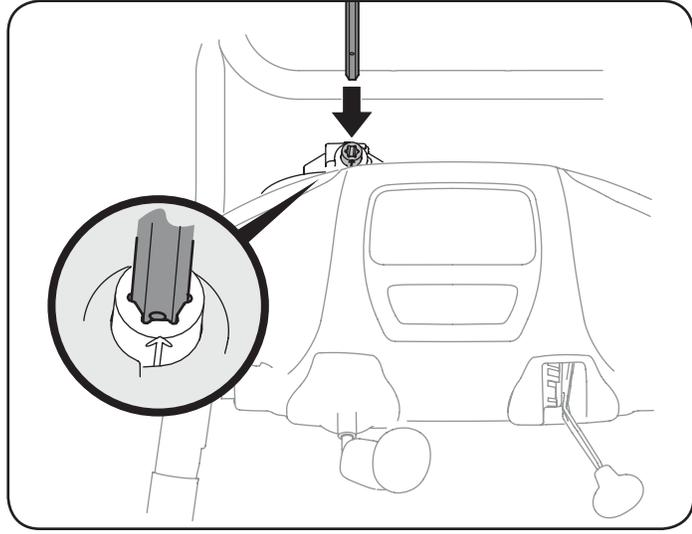

Figure 9
7. Tout en soutenant l'arrière du pignon, insérez l'extrémité hex. de la tige de la commande de la goulotte (trou vers le haut) dans le pignon. Voir la Figure 9.